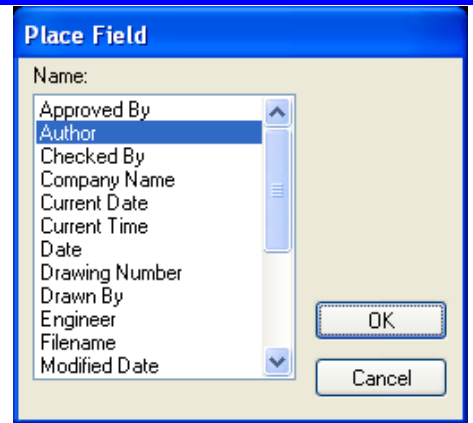

Рисунок 5.6 - Выбор поля для его размещения из списка
- На появившейся панели **Place Field** (рис. 5.6) выберите из списка название нужного поля, например, «**Author**» (Автор) и щелкните по нему ЛК мыши.